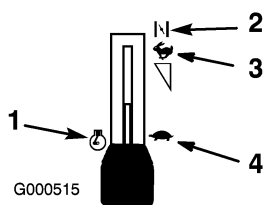

Figure 9
- Lorsque le moteur a démarré, amenez progressivement la manette d'accélérateur en position de régime maximum (Figure 9). Si le moteur cale ou hésite, ramenez la manette d'accélérateur en position de Starter pendant quelques secondes. Réglez ensuite la manette d'accélérateur à la position voulue. Répétez l'opération si nécessaire.
- Placez la manette d'accélérateur en position de ralenti (Figure 9).